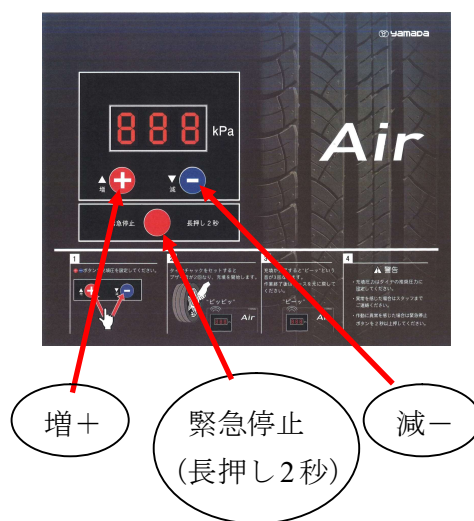

図 5.2 操作部
- (1). 増+/減-ボタンを押して充填圧力を設定してください。充填圧力は 30kPa～600kPa まで 10kPa 刻みで設定できます。(図 5.2)